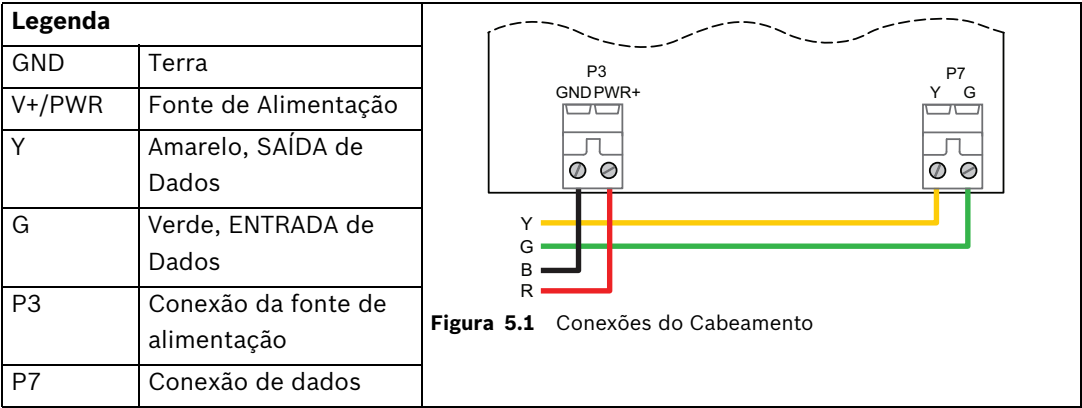

Figura 5.1 Conexões do Cabeamento
4. Conecte o cabeamento aos terminais do FMR-1000-RCMD. Consulte o *Figura 5.1*.